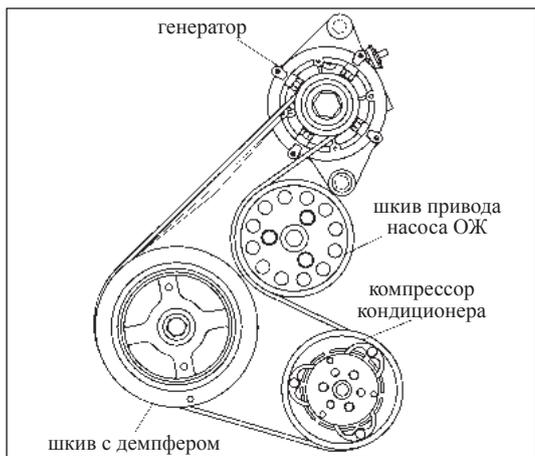

Рис. 6-2-2. Проверка ремня привода генератора
» Стандартное натяжение ремня генератора составляет $600 \text{ Н} \pm 50 \text{ Н}$. Натяжение проверяется посередине между шкивом генератора и шкивом коленчатого вала с демпфером, как показано на рис. 6-2-2.
- (3) Установить ремень в наружную канавку шкива коленчатого вала с демпфером, шкива компрессора кондиционера и шкива генератора. Схема установки ремня приведена на рис. 6-2-2.
Проверять прогиб следует посередине между шкивом генератора и шкивом коленчатого вала с демпфером, как показано на рис. 6-2-2.